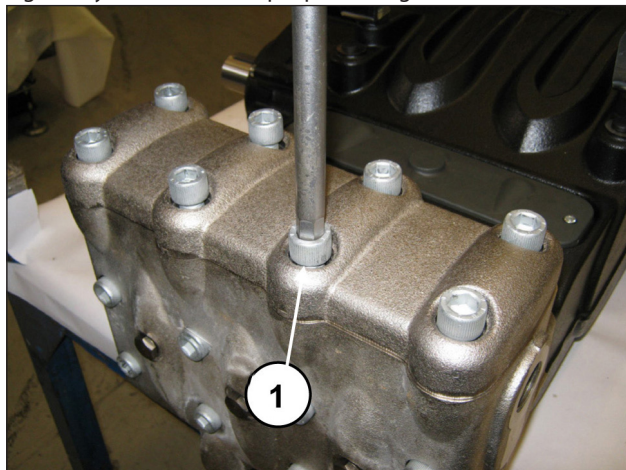
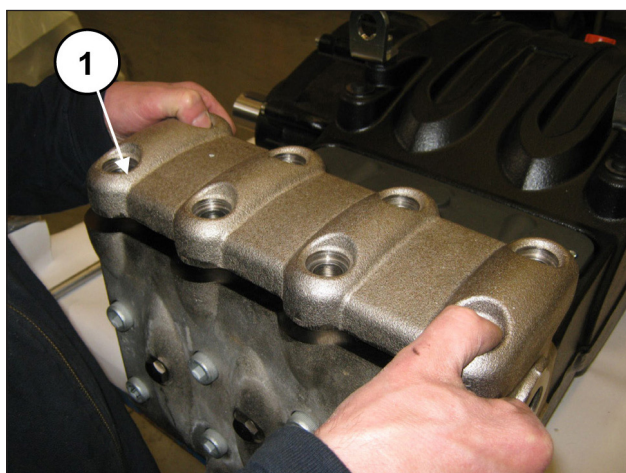

Fig. 100
Fig. 101
Para extraer los grupos de válvula operar del siguiente modo: Quitar los 8 tornillos M16x55 de la tapa de las válvulas (pos. ①, Fig. 100) y desmontar la tapa (pos. ①, Fig. 101).